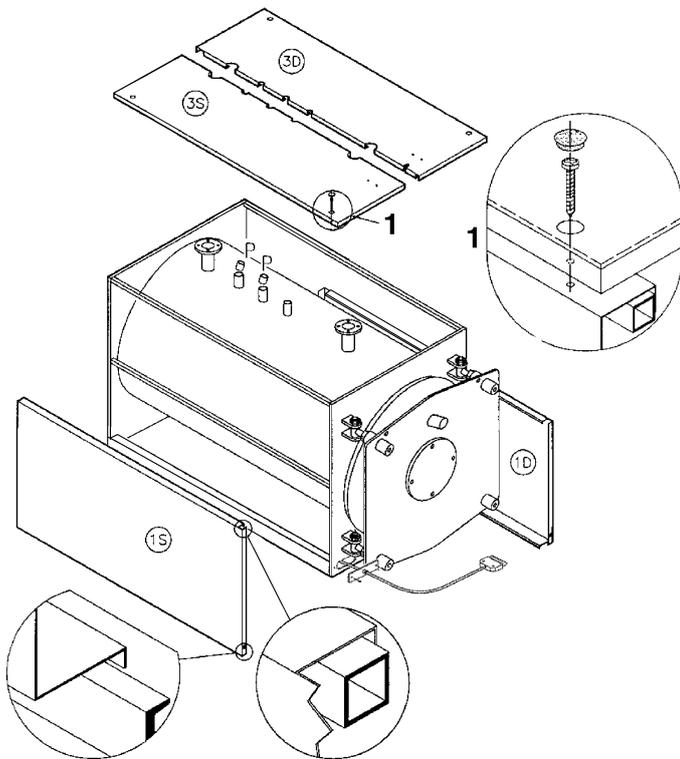

Fig. 12.2-1
- Montare ad entrambe le caldaie i pannelli 1S, 1D, agganciando la piega al tubo quadro (fig. 12.2-1)